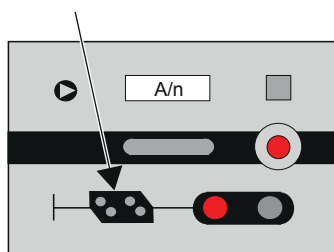

Abb. 2-3: Vorsignal am Signalmast des Hauptsignals
2. Die Regel nach 1. gilt nicht, wenn das Vorsignal zu dem zurückzunehmenden Hauptsignal am Mast des rückgelegenen Hauptsignals angebracht ist. Sie erkennen dies am Signalsymbol im Tischfeld des rückgelegenen Hauptsignals (Abbildung 2-3).